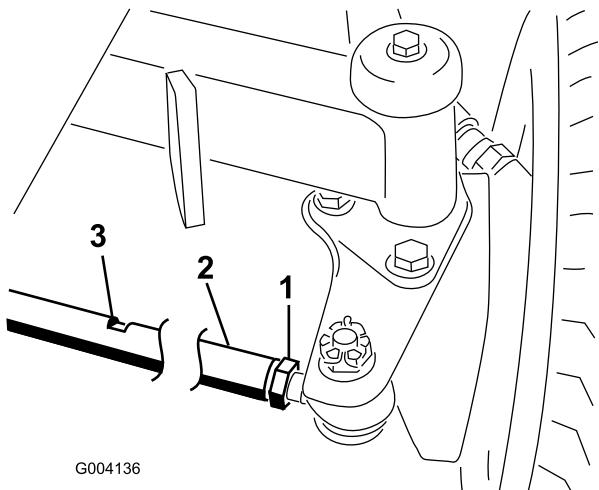

図 70
- 各タイ・ロッド（図 70）の端についているジャムナットをゆるめる。